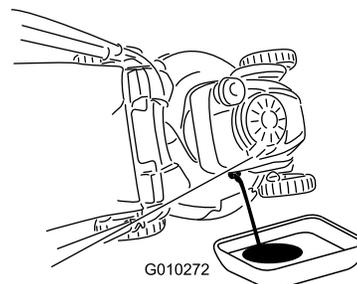

Figura 38
7. Inclinate la macchina sul fianco, con il tubo di riempimento dell'olio in basso, per vuotare l'olio usato attraverso il tubo di riempimento in una bacinella di spurgo (Figura 38).